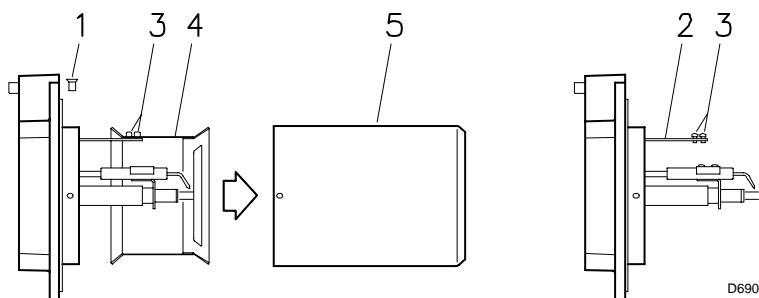

图 8
### 5.5 固定燃烧器到锅炉上 (图 8)
- 拧下螺栓 1) (图 8), 并拆下燃烧筒 5)